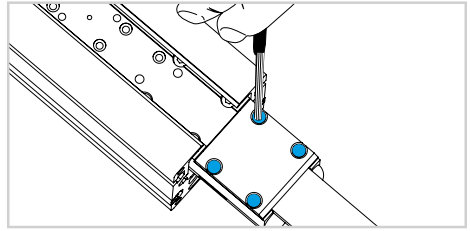

図 13
- 13) 内部キャリッジをプロファイルの端まで移動させ、ベルト締め付け用のネジを外して、ベルトを取り外します (図 13)。
- 16) 内部キャリッジをプロファイルの端まで移動させ、ベルト締め付け用のネジを外します (図 13)。